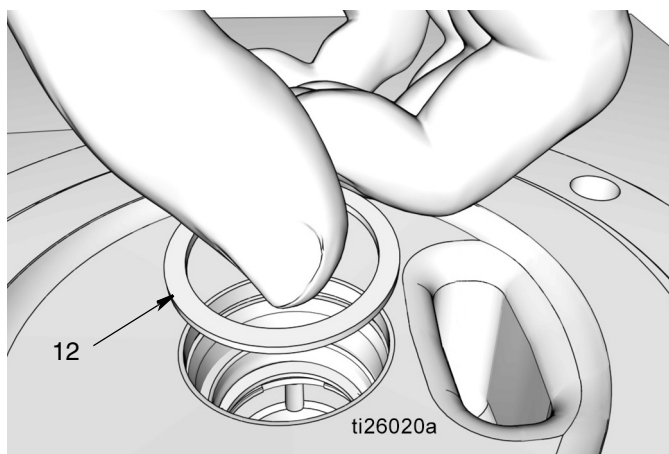

FIG. 38
- g. Monter l'entretoise (12) (FIG. 38).